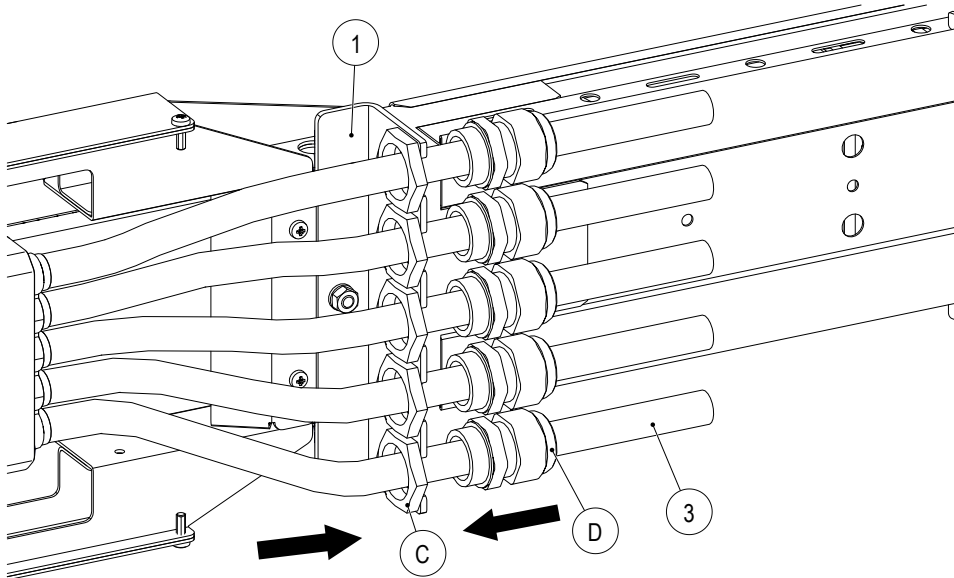

Abb. 70: Die Anschlussleitungen (3) am Zugentlastungsblech (1) verschrauben
5. Das Zugentlastungsblech (1) mit der Sechskantmutter (A) und dem Federring (B) mithilfe eines Gabelschlüssels SW10 am Befestigungsrahmen anziehen (siehe Abb. 70).